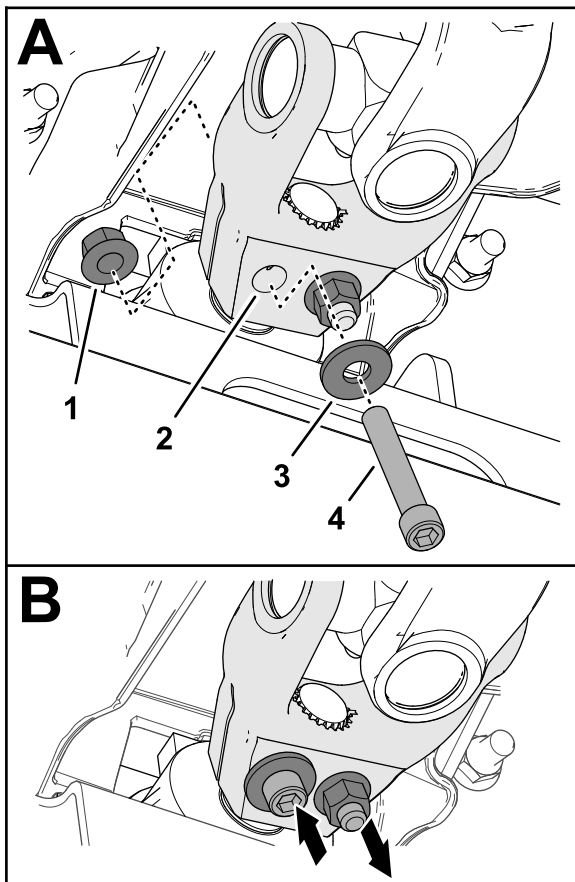

Figure 17
6. Insérez une vis à tête creuse ($\frac{3}{8}$ " x $2\frac{1}{4}$ ") dans une rondelle ($\frac{3}{8}$ ") et dans le trou de la chape de l'arbre d'entraînement (Figure 17), et fixez la vis en place avec un contre-écrou à embase ($\frac{3}{8}$ ").
- Insérez une vis à tête creuse ($\frac{3}{8}$ " x $2\frac{1}{4}$ " dans une rondelle ($\frac{3}{8}$ " et dans le trou de la chape de l'arbre d'entraînement en passant par l'autre côté (Figure 17), et fixez la vis en place avec un contre-écrou à embase ($\frac{3}{8}$ ").